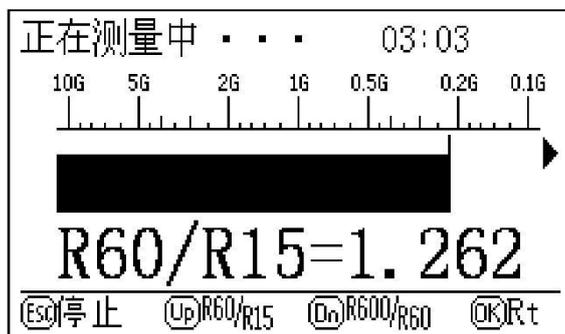
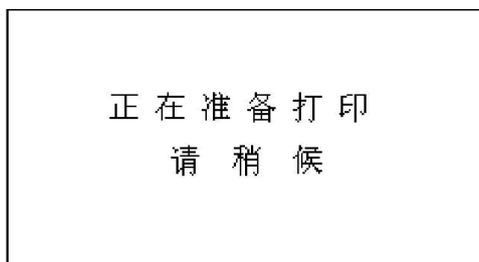

图 11
图 17
按 UP 键，将依次显示 R15，R60，R60/R15，如图 11；按下 DOWN 键，将依次显示 R60，R600，R600/R60。
6. 在图 11 或在图 13 界面下按 OK 键，若打印机此时处于在线状态，则出现图 17 所示界面，开始打印。